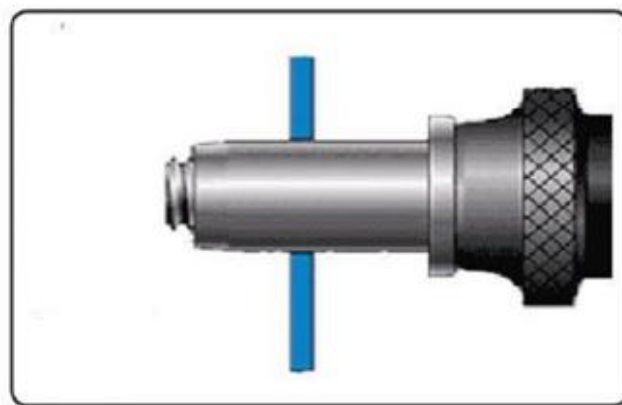

Fig. 2
2. Țineți adaptorul de nit (Fig. 2) cu o mână, reglați direcția de rotație a capului mandrinei de foraj spre dreapta și, ca urmare a operațiunii de găurire, fălcile se vor deplasa spre burghiu. Dacă fălcile nu se mișcă atunci când burghiul este în funcțiune, acestea trebuie împinse cu o unealtă adecvată. Dacă fălcile sunt deplasate prea mult înainte, nu va fi posibilă înșurubarea vârfului nitului în adaptor. Capetele nitului au lungimi diferite în funcție de diametrul orificiului pentru introducerea boltului nitului.